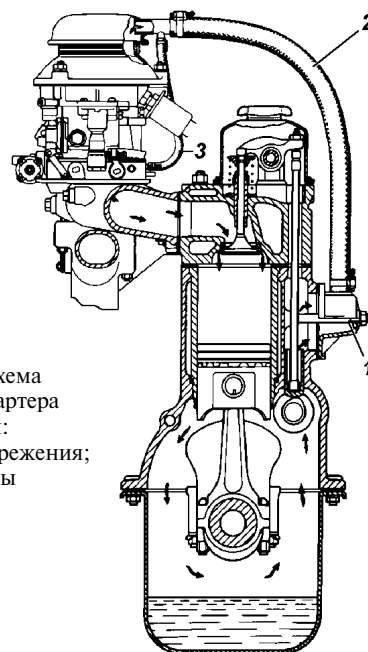
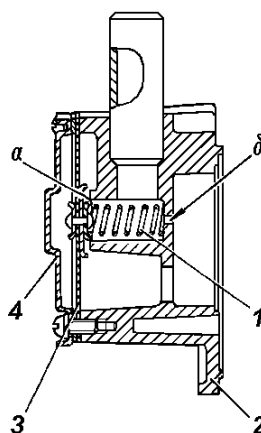

Рис. 4.17. Схема вентиляции картера двигателя:
Рис. 4.18. Регулятор разрежения:
При повышенном расходе масла (и отсутствии течи) проверьте исправность системы вентиляции картера (рис. 4.17) и состояние маслоотражательных колпачков, клапанов и цилиндро-поршневой группы.
Система вентиляции картера двигателя. Через каждые 20000 км пробега очищайте и промывайте керосином трубопроводы (шланги) системы вентиляции (см. рис. 4.17), калиброванное отверстие "б" и детали регулятора разрежения (рис. 4.18).
3. Промойте радиатор горячей водой в направлении, обратном циркуляции охлаждающей жидкости в двигателе (см. рис. 4.17) в течение 30-40 минут под напором не более 49 кПа (0,5 кгс/см²).